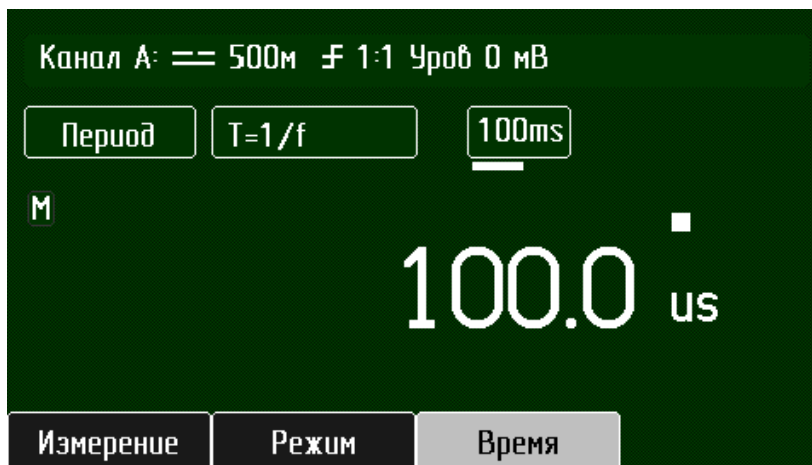

Рисунок 3.22 – Вид экрана для режима " $T=1/f$ "
- **"Режим"** - режим измерения **" $T = 1/f$ "** (рисунок 3.22);